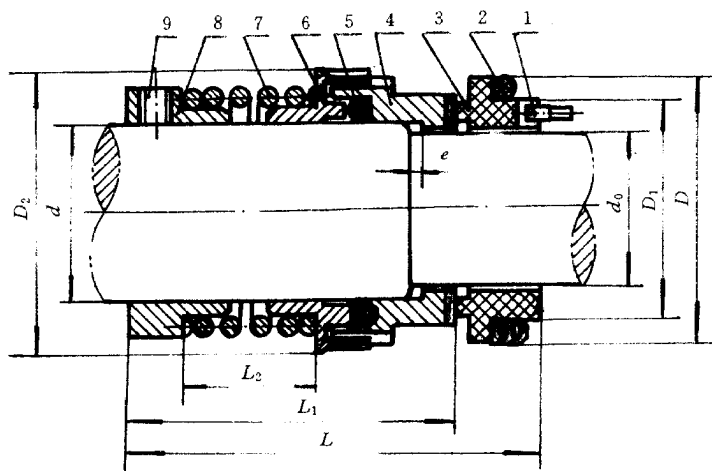

图 2 B103 型机械密封
- b . B103 型：内装单端面单弹簧平衡型并圈弹簧传动机械密封，见图 2；